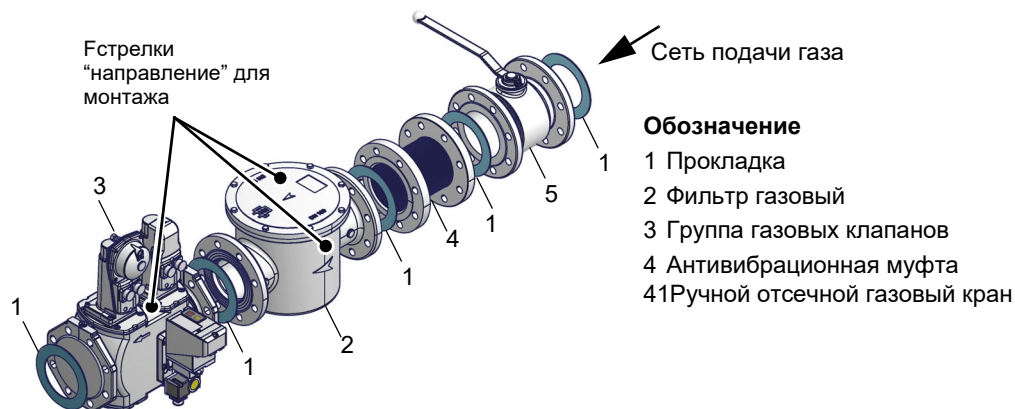

Рис. 6 - Пример газовой рамп
ВНИМАНИЕ: после монтажа газовой ramпы согласно схеме на Рис. 6, необходимо провести тестирование на герметичность газового контура, согласно требований действующих нормативов.
- 1 - б) при фланцевых соединениях: между соседними компонентами устанавливать прокладку (1А..1Е - Рис. 6), совместимую с используемым газом,
ВНИМАНИЕ: после монтажа газовой рампы согласно схеме на Рис. 6, необходимо провести тестирование на герметичность газового контура, согласно требований действующих нормативов.